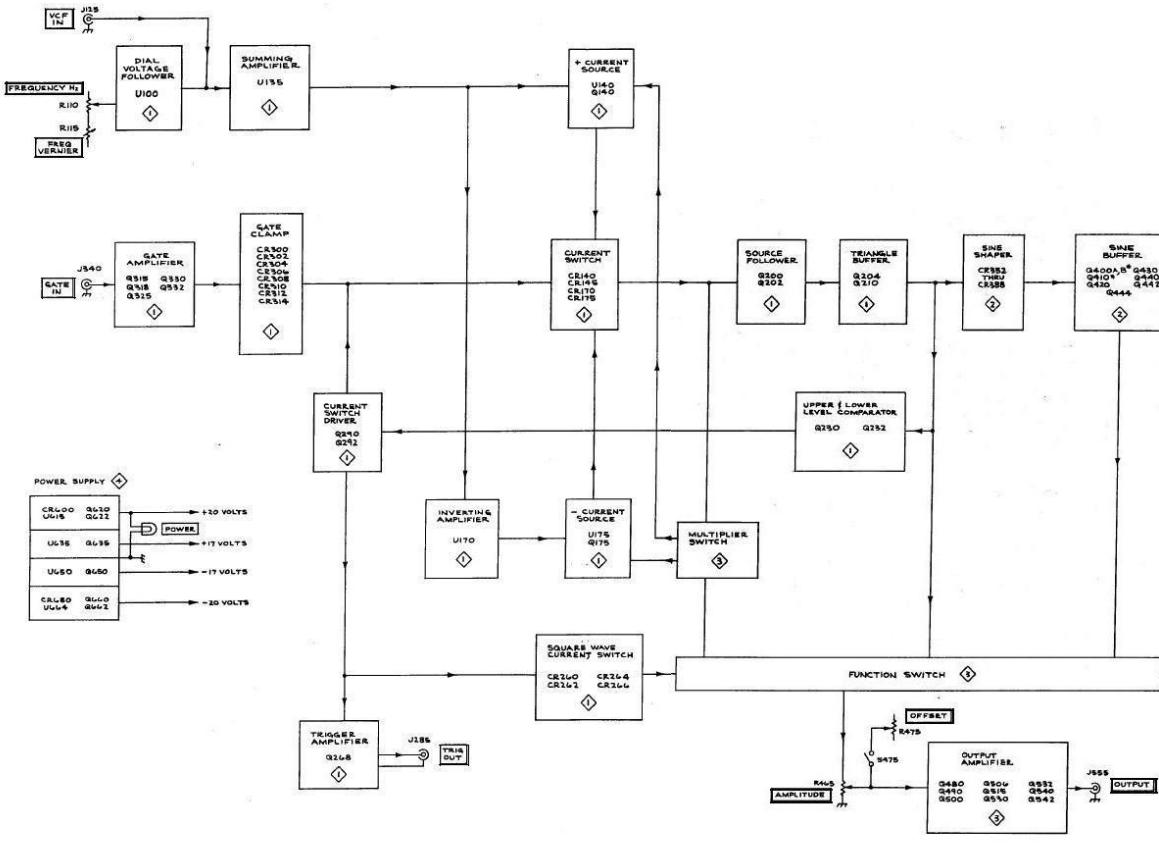
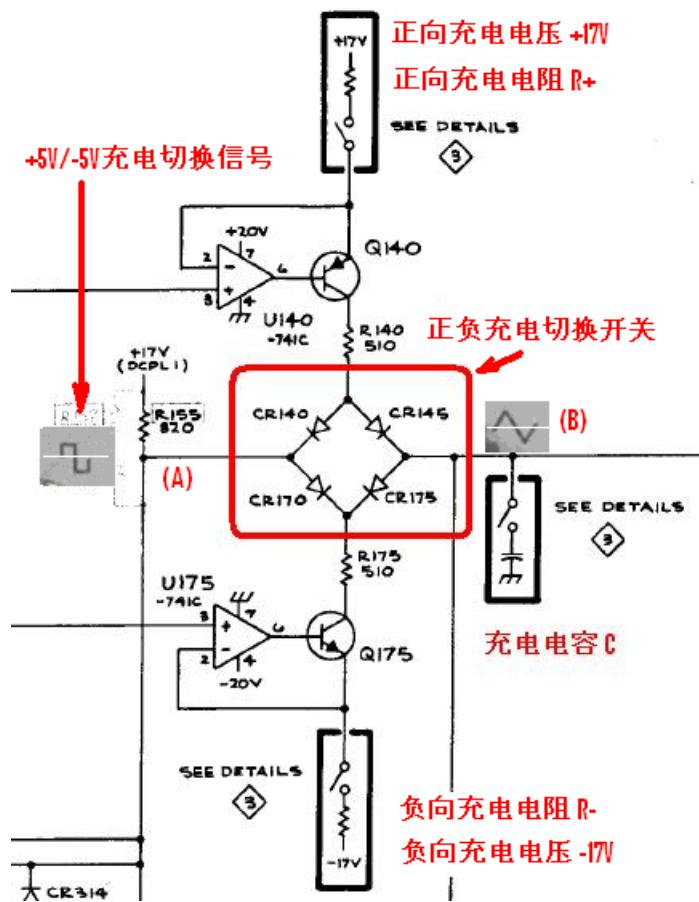

图 5. FG-502 函数发生器方框图
图 6. 我简化的线路图
按照手册的描写，所有的波形都以三角波为基础处理后产生。因此首先必须理解三角波的产生。FG-502 产生三角波的线路有点复杂。图 5 是 FG-502 函数发生器的方框图，但是它不便于线路分析。所以我修理的第一步是把三角波的产生简化成图 6 的线路。
下面描述三角波是怎么产生的 (见图 6) :
有了图 6 的简化线路就很容易分析故障. 示波器显示, 图 6 中充电电容 C 上的充电波正负不平衡, (B) 点波形全部偏在零线以下. 根据 THEORY OF OPERATION 的描述, 三角波应是以零线为对称的对称型波. 充电电容上的充电波形正负不平衡, 很可能是正负充电电阻不同或是正负充电电压不等.
临时断开两极管 CR315, 看有什么反应? 断开两极管 CR315 后切换信号正常! 呈现以 0V 为基线, 上下 5V 的开关电压. 切换信号正常后查图 6 的(B)点, 三角波也正常了.